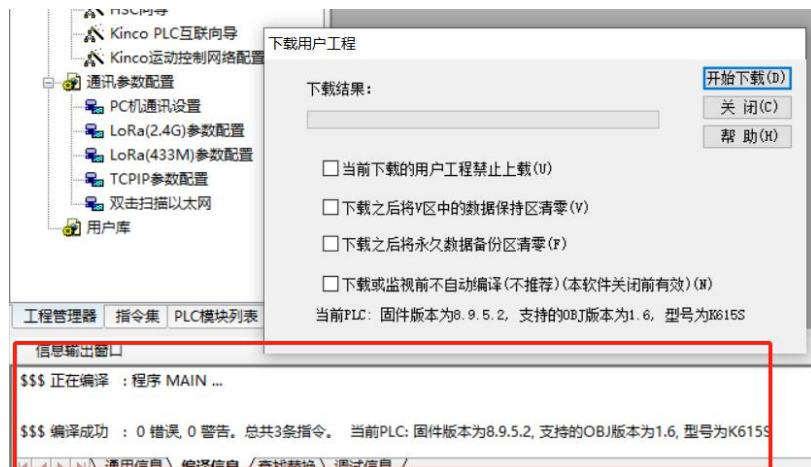

图 4.6-14 打开窗口时会自动编译
- 程序上载操作流程: 在完成了 PC 与 PLC 的通讯连接后, 通过菜单栏上的[PLC] → [下载...]或通过快捷键 [F8] 打开下载窗口, 触发的同时软件会自动编译当前的工程, 相关信息会展示在[信息输出窗口中], 如下图 4.6-14 所示。若编译通过, 点击[开始下载(D)], 则可开始下载进程, 成功下载完成后会在[信息输出窗口中]有提示, 并显示当前设备的软件版本和型号等信息。